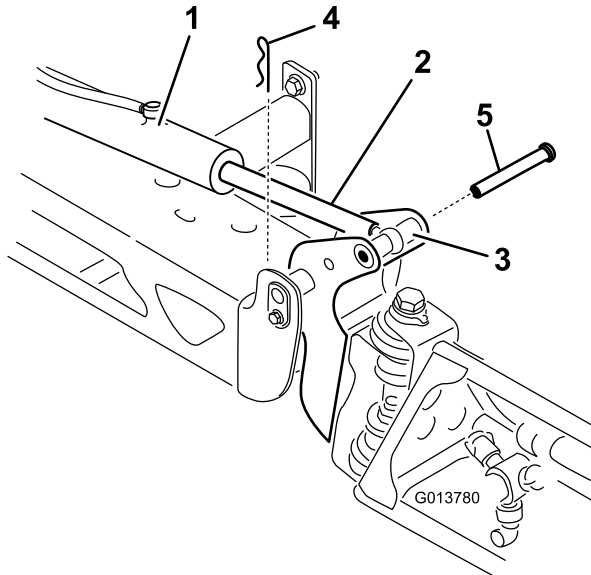

Figura 150
2. Retire la chaveta del pasador de giro (Figura 150).
3. Levante el brazo, retire el pasador (Figura 150), y baje el brazo lentamente al suelo.
9. Sujetando el brazo, introduzca el pasador a través del pivote del brazo y la rótula (Figura 150).